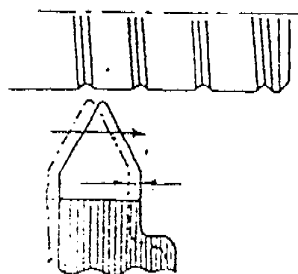

Figura 8
- e. Dé otra pasada, dando una nueva profundidad de corte y desplazando longitudinalmente la herramienta ( Figura 8 ).